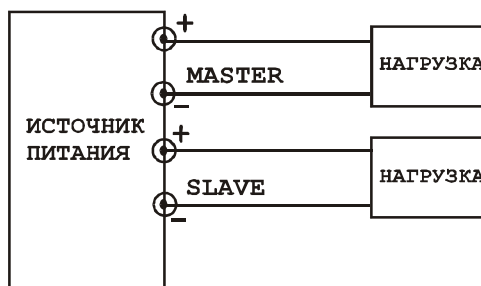

Рис. 6-2 Подключение нагрузки в независимом режиме
- Проверить полярность подключения. Подсоединить к выходным клеммам ведущего/ведомого источника внешнюю нагрузку в соответствии с рис. 6.2.